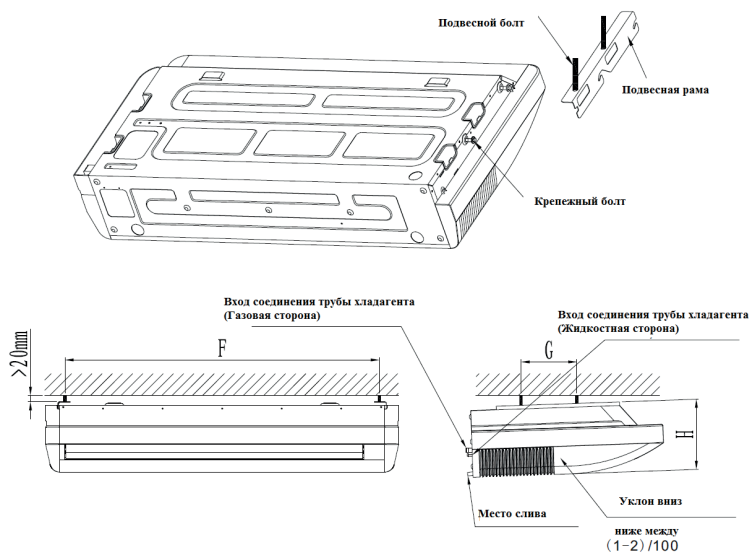

Рис.17
■ Необходимо навесить кондиционер на подвесную раму обратным движением. Плотно затяните крепежные болты по обеим сторонам (см.Рис.17)